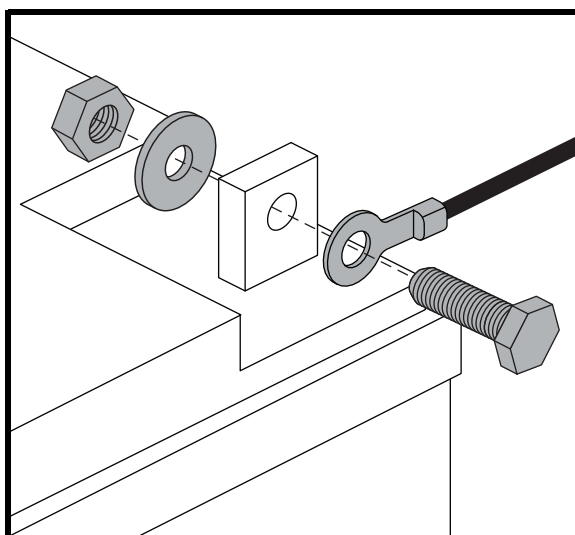

Figure 13. Batterie Borne Matériel
4. Débranchez les câbles des bornes des batteries en soulevant la couvercles des bornes et en desserrant le boulon et l'écrou sur chaque borne. **Voir la figure 13.**